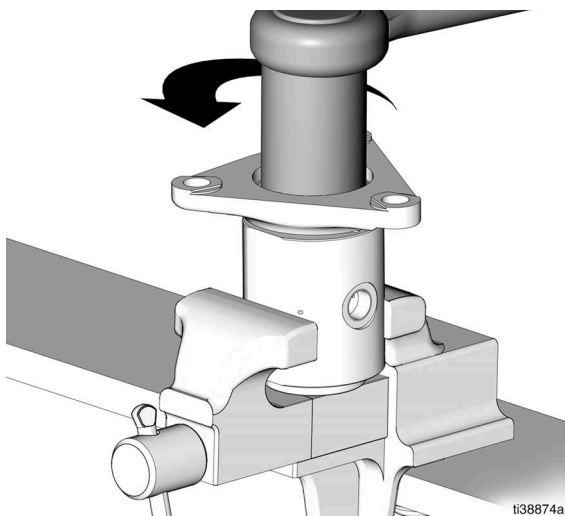

Рис. 16
18. Используя торцевой ключ на 2 дюйма, ослабьте и удалите стопорную гайку уплотнения горловины (19) (Рис. 16).